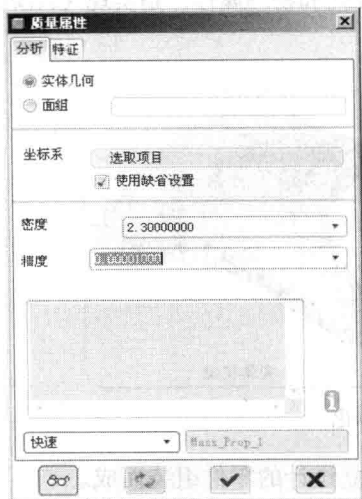

图 1-7 【质量属性】对话框
(1) 在【质量属性】对话框中，设定该模型的材料为陶瓷，密度为 2.3g/cm^3 ，如图 1-7 所示。